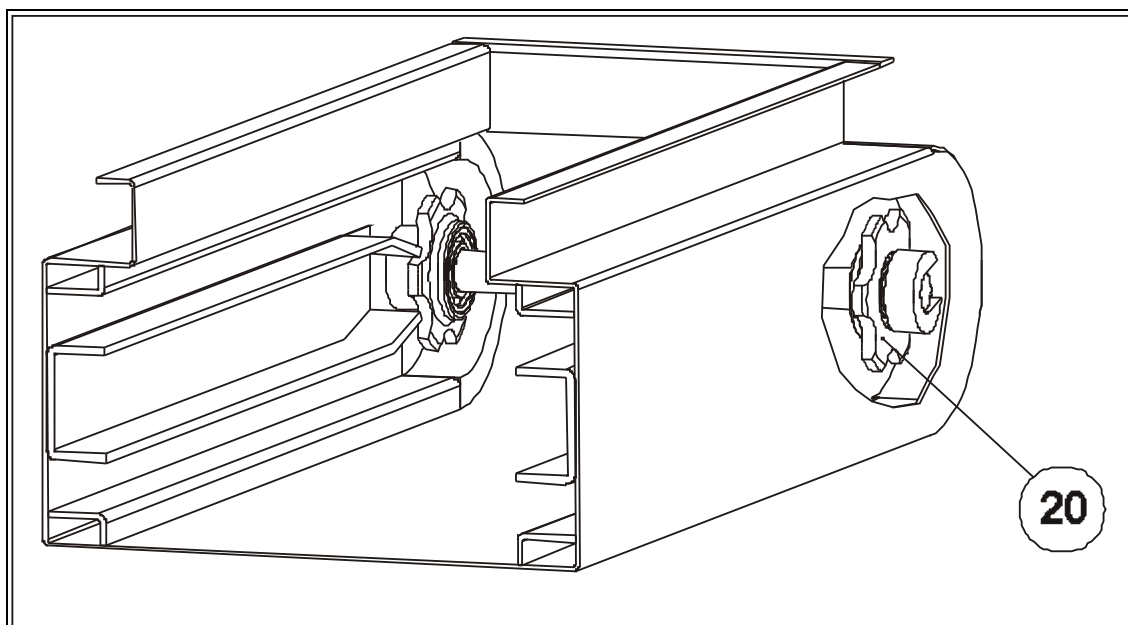

рис.20
- а) Звёздочки (20) вытащите вместе с валом из шкафа конвейера (см.рис.20).